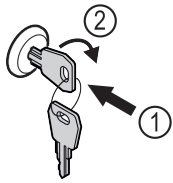

Fig. 96 Beispielhafte Darstellung
- ▶ Schlüssel hineindrücken Fig. 96 (1).
- ▶ Schlüssel um 90° im Uhrzeigersinn drehen Fig. 96 (2).